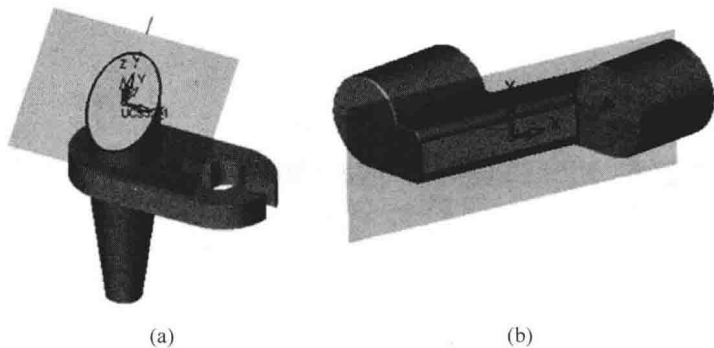

图 1-4 建草绘平面
(2) 点选“草图编辑器”工具条上“草图”按钮 ,系统会要求选择一平面,在此选 XOY 平面,进入草图界面。
① 当未定义基准平面时,直接点选工具条上“草图”按钮 ,则以默认平面(基准 XOY 平面)进入草图界面,如图 1-4(a)所示。
② 当图面上已有实体平面存在时,点选工具条上“草图”按钮 ,此时可选实体上一平面,如图 1-4(b)所示。